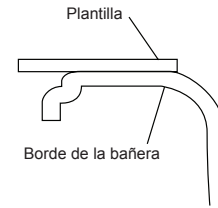

Figura 12: Colocación de la plantilla
- Ubique la plantilla de modo que las guías deseadas de montaje bajo cubierta estén alineadas con el borde tal como se muestra (Figura 12).